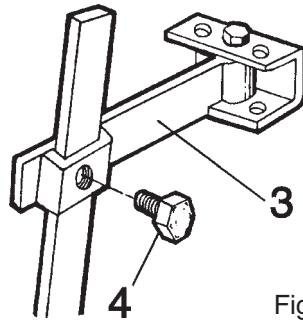

Fig. 4
(Fig. 4)
- Desatornillar los tornillos 4, regular y atornillar nuevamente (Fig. 4)